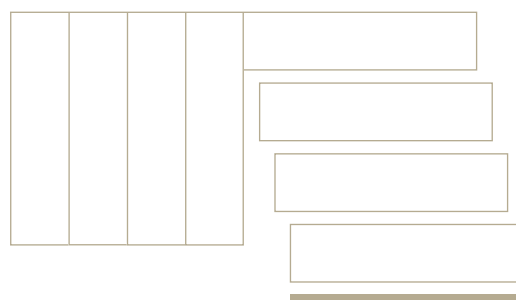

Abb. 9: Festkleben anstoßender Felder.
4. Anstoßende Felder festkleben. Siehe Abb. 9.